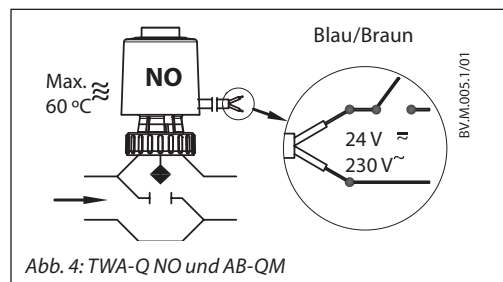

Abb. 4: TWA-Q NO und AB-QM
**Kombination, TWA-Q NO und AB-QM (Abb. 4 und 6)**